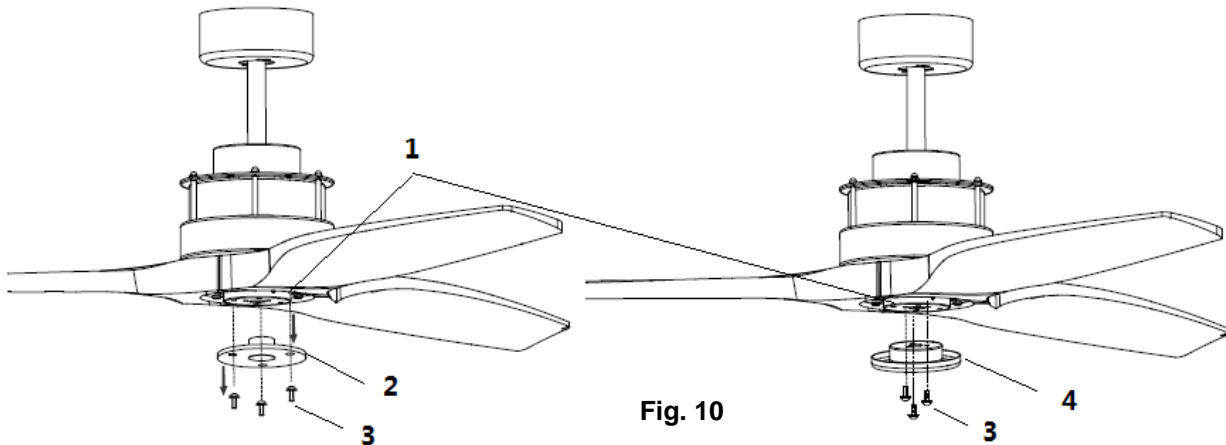

Fig. 10
- De adapter voor de cover aan de onderkant (2) van de licht kit behuizing (1) verwijderen door de 3 schroeven los te draaien (3). Fig.10
- Bevestig de licht kit adapter (4) aan de licht kit behuizing (1) met behulp van de 3 schroeven (3). Fig.10